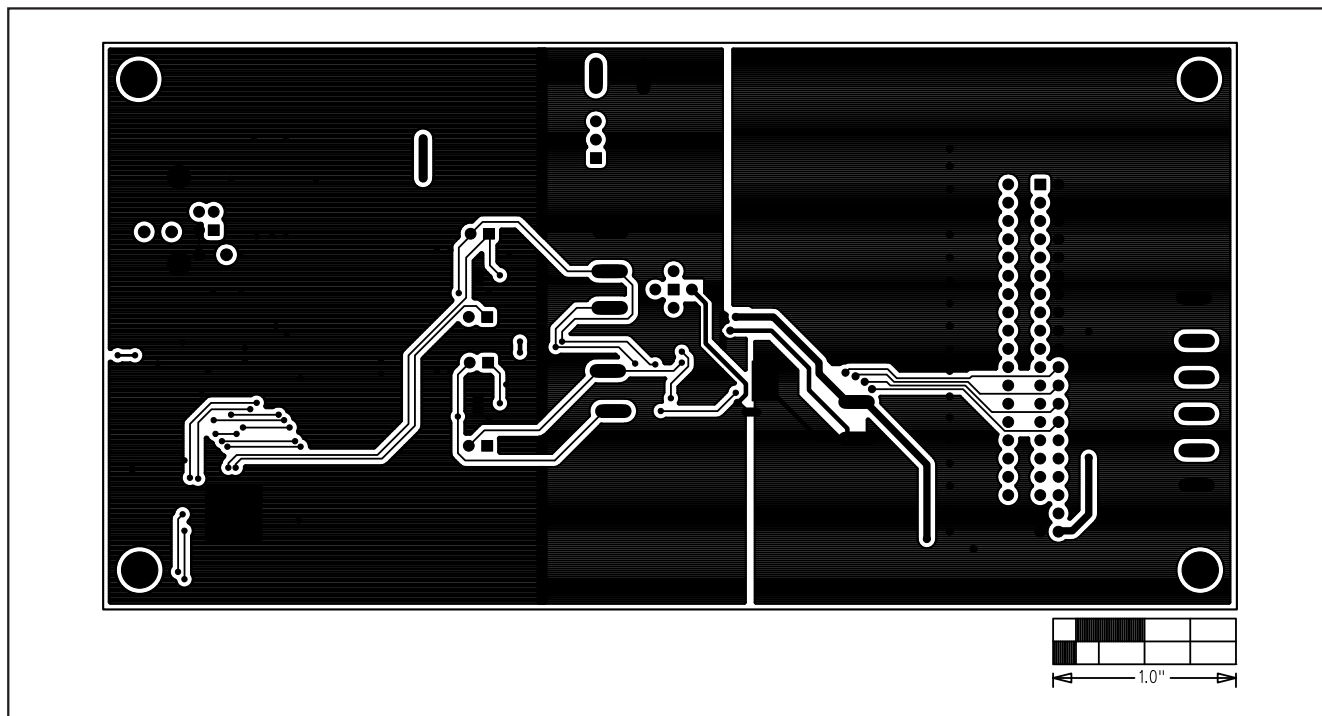

図6. MAX9591のEVキットのPCBレイアウト—半田面
- 1) 図6を参考にして、SDA、SCL、STD_REG、およびBANK_SELの各配線パターンを、対応するPCBパッドのすぐ左で切断します。